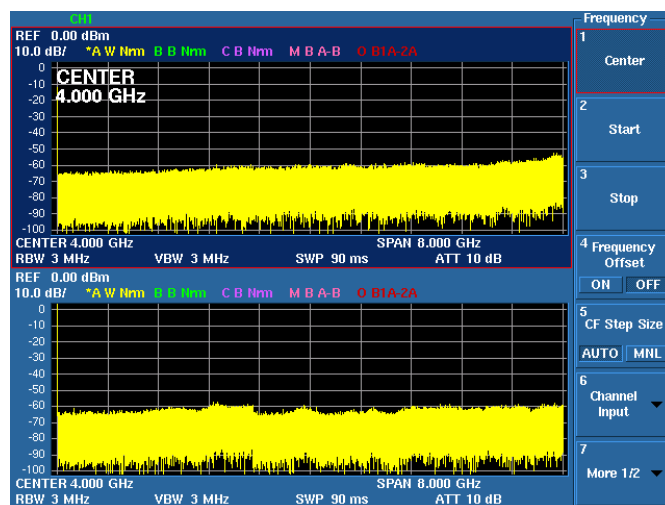

図 3-7 初期設定画面
5. 自己診断の結果と初期画面が表示されます。初期画面表示は、前回電源を切るときの設定状態により図 3-7 と異なります。